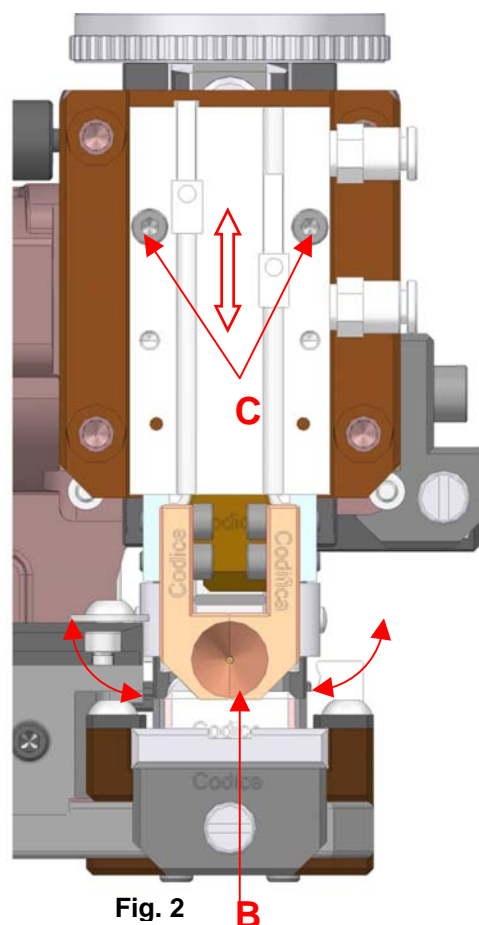

Fig. 2
- Per regolare B allentare le viti di bloccaggio C (Fig.2)
- To adjust, loosen the screws B C (Fig. 2)